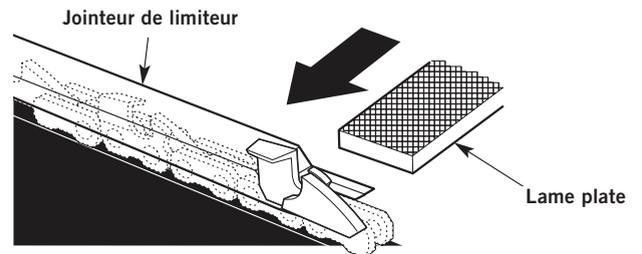

Fig. 35
3. Utilisez un limiteur de profondeur (non compris) pour vérifier les dégagements (Fig. 35) de chaque dent.
- Utilisez un jointeur de limiteur de profondeur de 0,6 mm (1/32 po) et une lime plate (non comprise) pour abaisser la profondeur du limiteur (Fig. 35).